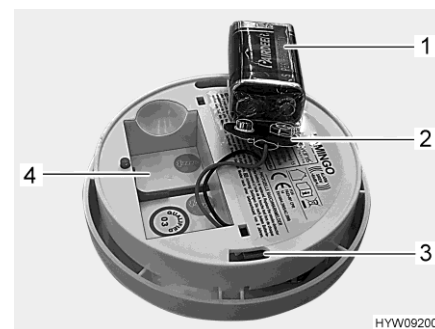

Fig. 115 Détecteur de fumées (face arrière)
- Enlever la pile et la détacher du clip de pile (Fig. 115,2).
- Brancher la nouvelle pile (Fig. 115,1) au clip de pile (Fig. 115,2). S'assurer que les pôles de la pile s'enclenchent sur le clip.
- Replacer la pile dans son compartiment (Fig. 115,4).
- Placer le détecteur de fumées (Fig. 116,1) sur la fixation (Fig. 116,3). Les becs de retenue (Fig. 116,2) doivent avoir prise dans les orifices (Fig. 115,3) du détecteur de fumées.